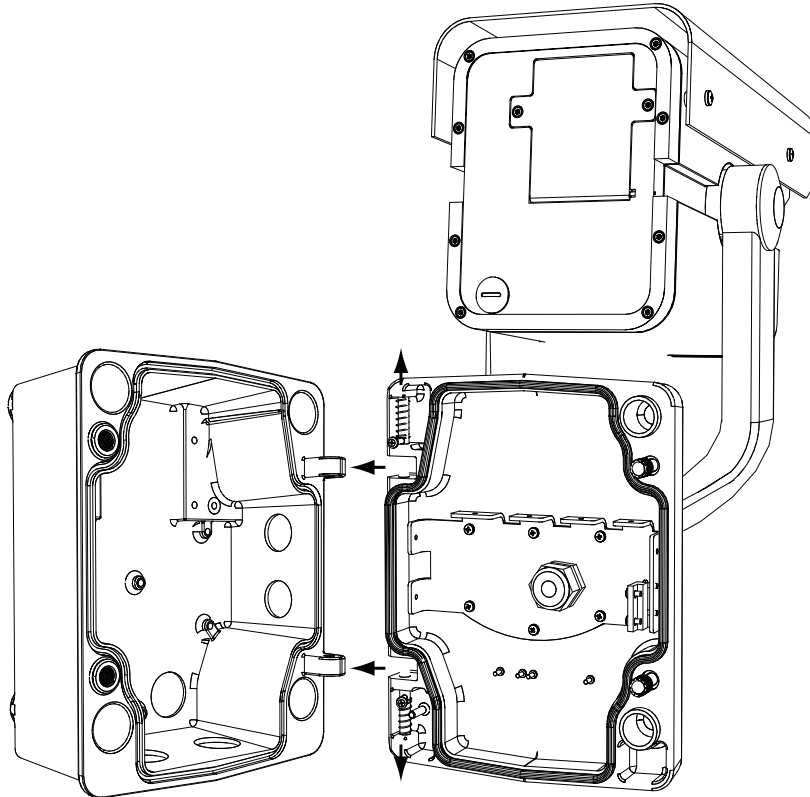

Bild 4.2 Ausrichten des Kastenscharniers für die Kamera
3. Schneiden Sie alle Leiter auf die passende Länge zu, sodass ausreichendes Spiel für den Anschluss an die Klemmen vorhanden ist. Diese dürfen allerdings nicht so lang sein, dass sie eingeklemmt werden. Informationen zu den Anschlusspositionen finden Sie weiter oben in *Bild 4.2, Seite 16*.
3. Während Sie das obere Scharnier geöffnet halten, führen Sie das obere und untere Scharnier des Kameraarms über die Scharnierösen der Anschlussdose. Dieser Vorgang ist in der obigen *Bild 4.2* dargestellt.